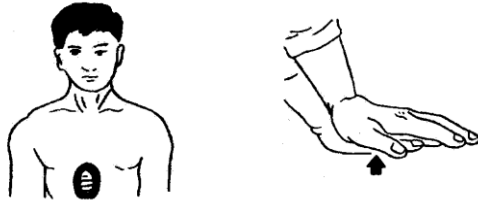

图 2-9 正确压点、叠手方式
2) 救护者跪在触电者一侧或骑跪在其腰部的两侧，两手相叠，下面手掌的根部放在心窝上方、胸骨下三分之一至二分之一处(见图 2-9)。